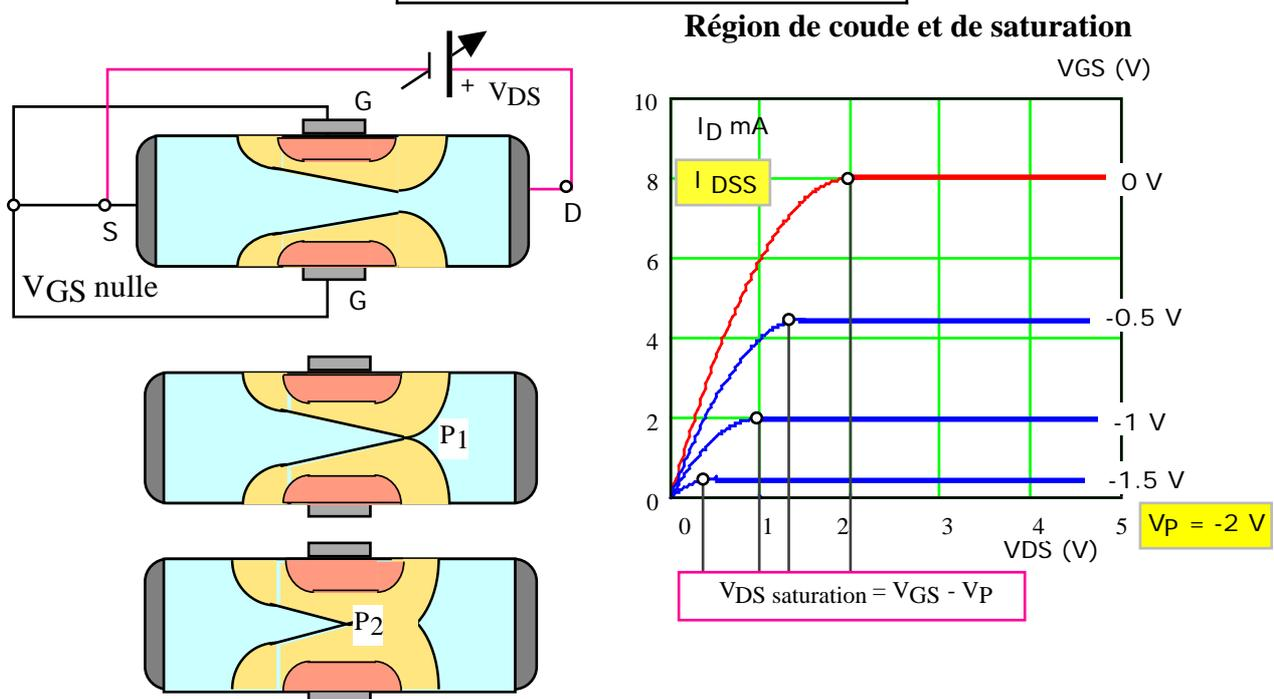

Figure 3
Découpons le canal et la grille en une infinité de diodes PN d'épaisseur très faible (voir annexe). Les diodes qui sont situées près du drain sont plus fortement bloquées que les diodes situées du côté de la source car soumises à une tension inverse plus importante. Le canal a donc tendance à se rétrécir du côté du drain (voir figure 3 construite avec une tension  $V_{GS}$  nulle)
3.1) Supposons une tension  $V_{GS}$  nulle (figure 3)